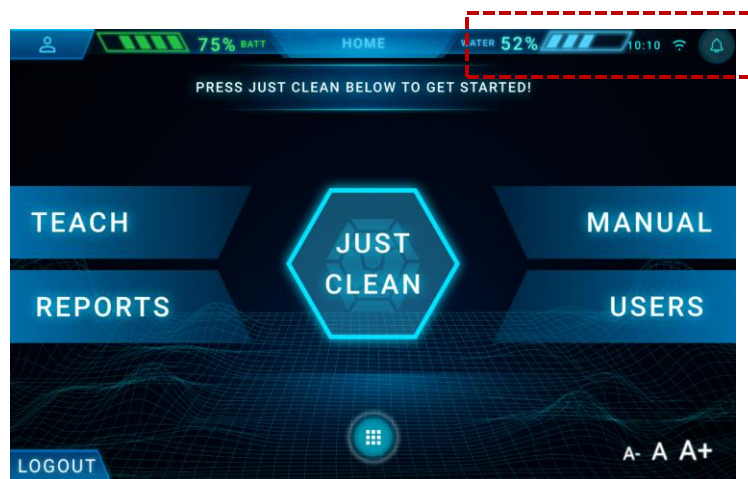

Fig. 1
1. Controleer het schoonwaterpeil (Fig. 1 - 1) op het aanraakscherm dat aan de REX SCRUB bevestigd is.